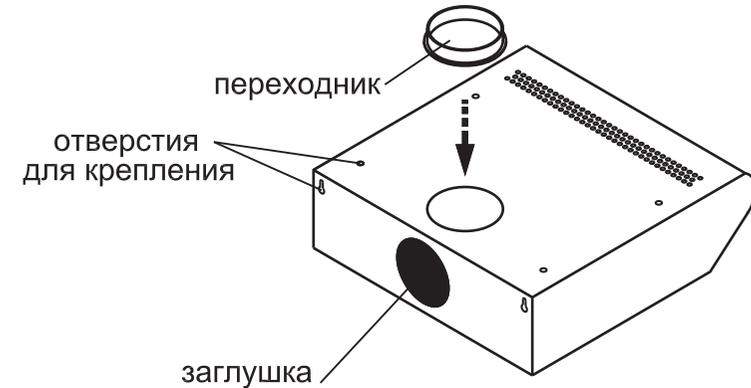
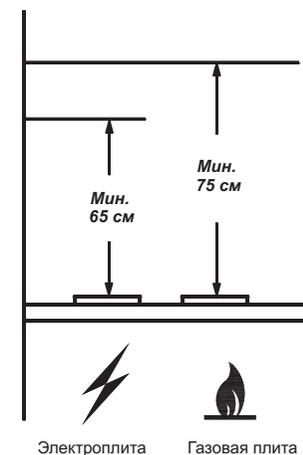

РИС. 6
РИС. 1
- присоедините к изделию воздуховод. Соединение осуществляется с помощью специального пластикового переходника, который вы найдете внутри корпуса изделия. Зафиксируйте переходник в верхнем положении (рис. 6).
- Заглушкой (рис. 6) закройте отверстие на задней стенке изделия.
При установке зонта соблюдайте указания п.1.2 (рис.1). Разметьте и просверлите четыре отверстия, согласно отверстиям для крепления на верхней панели корпуса зонта вытяжного (рис. 6). Затем прикрепите зонт к полке.
1.2 Устанавливайте зонт на высоте, как показано на рис. 1.
4.6 Зонт устанавливайте над плитой в соответствии с рис. 1.